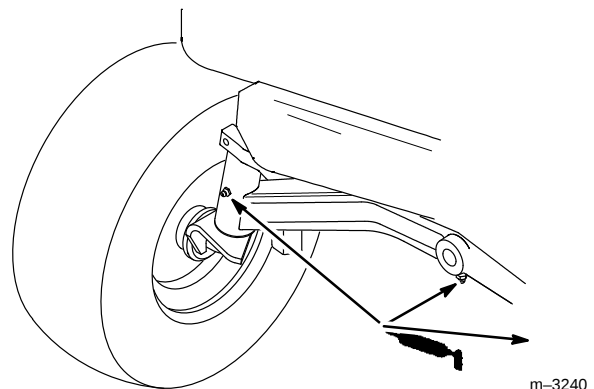

Abbildung 29
1. Den linken und rechten Achszapfen schmieren, bis das Fett beginnt, aus den Lagern auszutreten (Abb. 29).
2. Den vorderen Achsschenkel schmieren (Abb. 29).